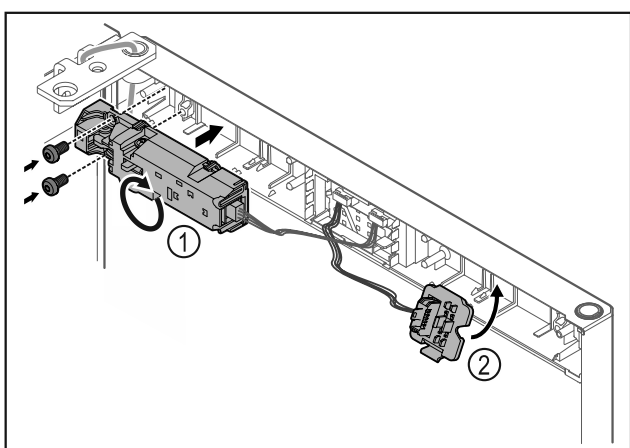

Fig. 24
- ▶ Afstandsslot Fig. 24 (1) met 180° draaien en aan tegenoverliggende zijde bevestigen.
- ▶ Steckerhouder Fig. 24 (2) aan tegenoverliggende zijde vergrendelen.